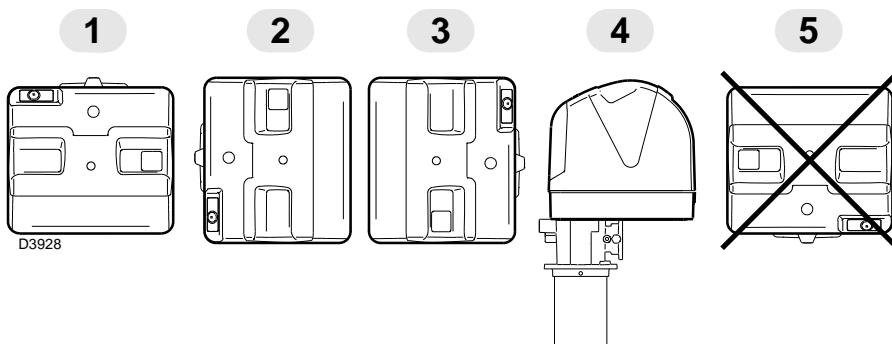

Fig. 7
- El quemador está preparado exclusivamente para el funcionamiento en las posiciones **1, 2, 3 y 4** (Fig. 7).